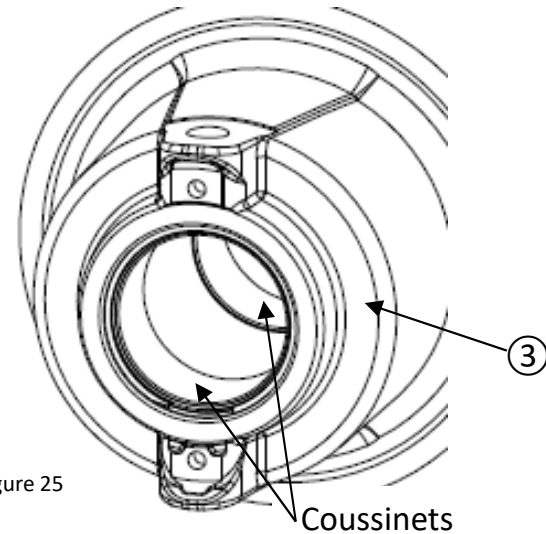

Figure 25
- Vérifiez les marques d'usure sur les rampes avant ⑩ et les hélices ⑪.
- Vérifiez les marques d'usure sur le ressort ⑦.
- Vérifiez l'usure des coussinets du flasque coulissant ③ (inspection visuelle uniquement, figure 25). En cas d'usure excessive, vous devez remplacer le flasque coulissant ③ en entier.
Les coussinets ne peuvent pas être retirés du flasque coulissant ③ (figure 25).